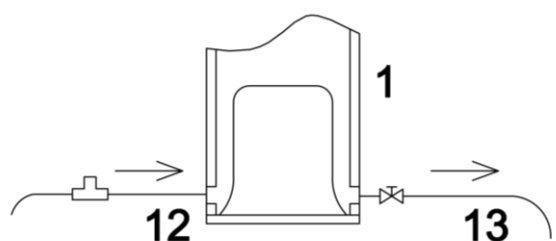

Рис.16.
3. Варианты подключения обратного трубопровода к котлу. (Рис. 16.)